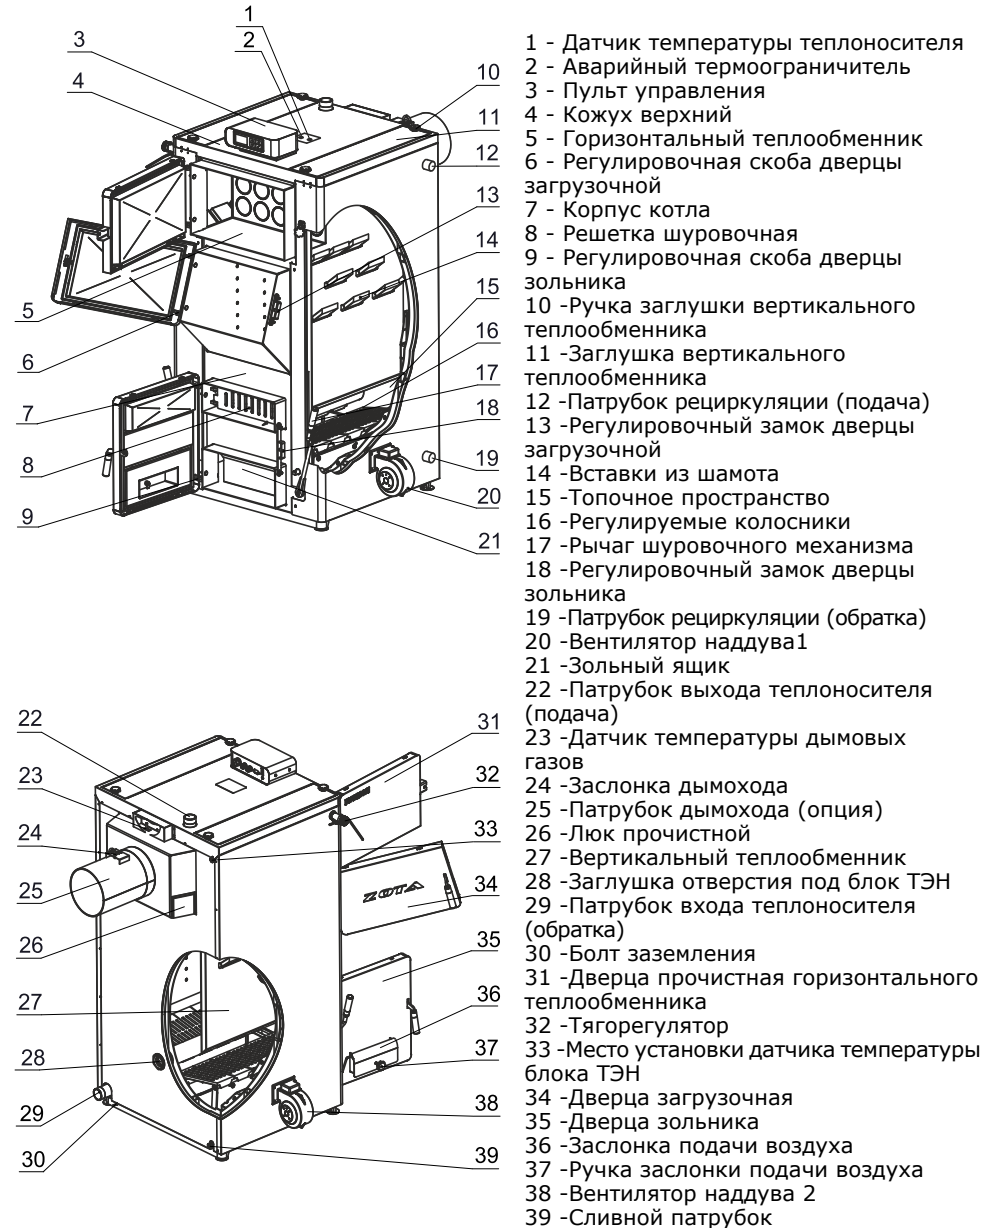

Рис.1 Конструкция отопительного котла
4.5.10. Эксплуатация котла без зольного ящика (поз.21 Рис.1).
5.2. Котел (Рис.1) состоит из корпуса (поз.7), топочного пространства (поз.15), системы газоходов (поз.5, 27). Корпус котла выполнен из листовой стали сварной конструкции с водяной рубашкой и системой газоходов, переходящих в дымоход (поз.25) (опция) с заслонкой (поз.24).
• Снимите заглушку теплообменника (поз.11, Рис.1), выньте шамотные вставки, произведите чистку газохода от сажи, установите вставки из шамота обратно.
**Внимание!** Не допускайте переполнения зольника (поз.21, Рис.1), так как это препятствует правильному распределению воздуха под топливом, что приводит к неэффективному горению топлива и может быть причиной прогорания колосников и шуровочного механизма.
- Установить регулировочную ручку (Табл.2 поз.17) вместо ручки крепления заслонки таким образом, чтобы она не препятствовала закрытию заслонки подачи воздуха (поз.37, Рис.1);
При работе котла в основном режиме от наддувного вентилятора, необходимо выкрутить регулировочную ручку на заслонке и вместо нее установить ручку крепления заслонки с резьбой М6 (поз.38, Рис.1), заслонка должна прилегать плотно к окну дверцы, чтобы не было подсоса воздуха.
8.5.3. Мощность котла в грубых пределах регулируется с помощью изменения тяги поворотом заслонки (поз.24, Рис.1) в дымоходе. Тонкая регулировка производится с помощью тягорегулятора.
8.5.4. Для обеспечения длительного горения топлива вычистите колосниковые решетки качанием рычага шуровки (поз.19, Рис.1). Добавьте в загрузочную камеру необходимое количество топлива, растопите котел, а затем снизьте мощность котла, уменьшая тягу путем прикрытия заслонок на дымоходе и шуровочной дверце с помощью тягорегулятора.
5.5. На задней части котла имеется патрубок входа теплоносителя (поз.29) патрубок слива теплоносителя из котла (поз.39) G1/2". Для монтажа системы рециркуляции на боковой стенке котла предусмотрены патрубки G1" (поз.12; 19) Рис.1. На коллекторе дымохода имеются люки прочистные (поз.26) для чистки коллектора.